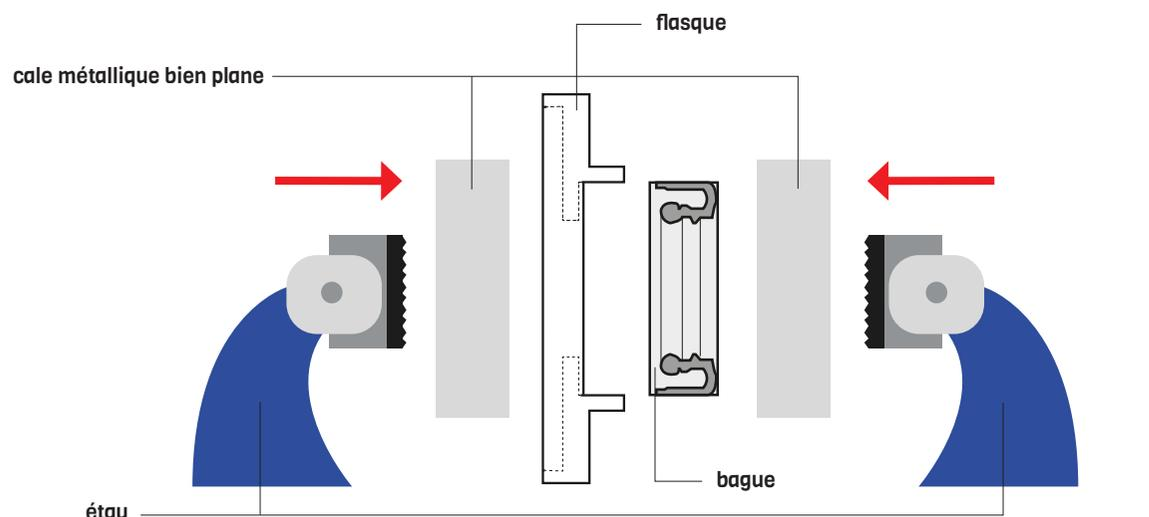

Fig 7.
5. Mise en place de la bague double-lèvres dans le flasque de pompe. A défaut de presse, utilisez un étau, en procédant comme indiqué ci-dessus (*fig 7*).